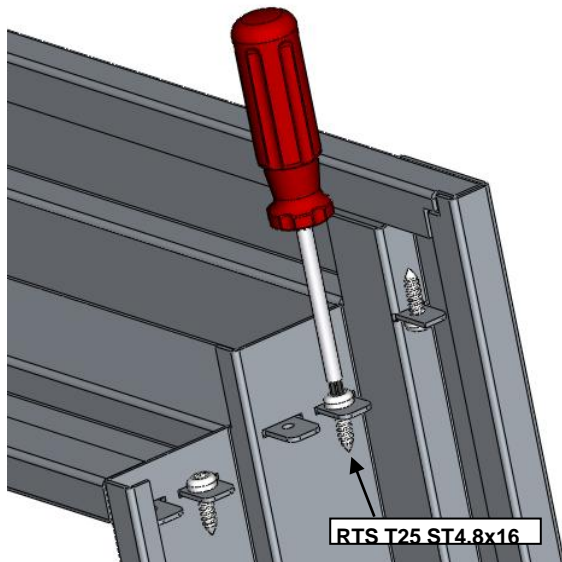
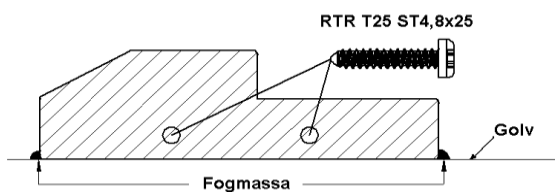

Fig. 1
Fig. 7
1. Om karmen leveres i deler, skru sammen de løse karm- og geriktdelene med skrue nr.4 **RTS T25 ST4,8x16**. Se fig 1. Terskler festes med skrue nr.3 **RTR T25 ST4,8x25**, gjennom de utstansede hull i siden. Platebektekket terskel må forborres med Ø4mm borr.Se fig 7.
. Se fig 7.